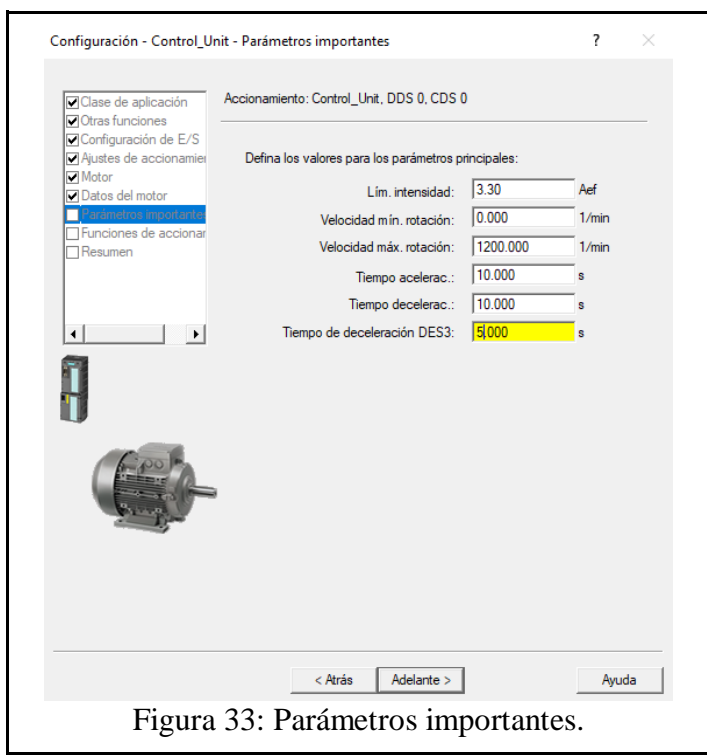

Figura 33: Parámetros importantes.
- En la siguiente ventana “Parámetros importantes” configurar los parámetros “Tiempo acelerac.”, “Tiempo decelerac.” y la parada rápida “Tiempo deceleración DSE3” tal como se puede ver en la Figura 33.